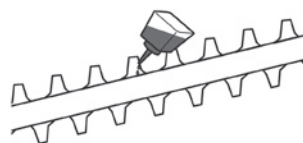

Fig. 75
- > Lubrique la cuchilla de corte (D3) después de cada uso para prolongar la vida útil de la cuchilla y el producto. Aplique aceite ligero para máquinas a lo largo del borde de la cuchilla (Fig. 75).